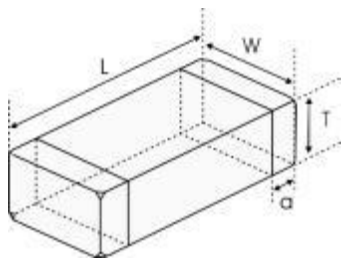

图 1 Fig.1
- 尺寸：见图 1 和表 1
- Dimensions: See Fig. 1 and Table 1.